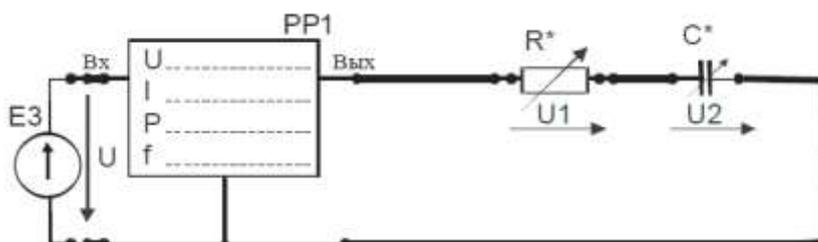

Рисунок 13 – Цепь переменного тока с последовательным соединением резистора и конденсатора
2. Собрать электрическую цепь с последовательным соединением резистора R^* и конденсатора C^* (рис. 13), используя элементы цепи в соответствии с заданным вариантом (табл. 16). В качестве резистора R^* использовать перестраиваемый резистор R10 в соответствующей позиции переключателя (табл. 16). У цифровых амперметров установить режим измерения переменного тока. Предъявить схему для проверки преподавателю.